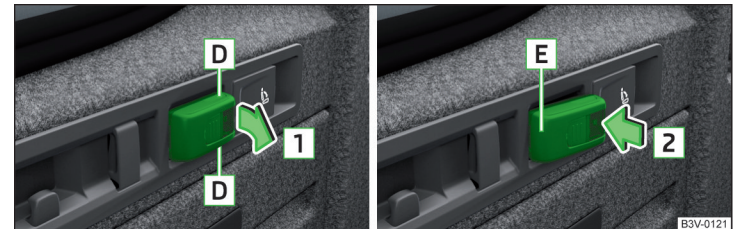

Fig. 134 Lampa cu posibilitate de demontare: scoaterea/introducerea
- Pentru **scoatere**, apucați lampa în zona **D** și scoateți-o în sensul săgeții **1** » fig. 134.
- Pentru **introducere**, introduceți lampa întâi cu partea din spate **E** în suport » fig. 134 și apoi apăsați-o în sensul săgeții **2**, până se fixează cu zgomot.